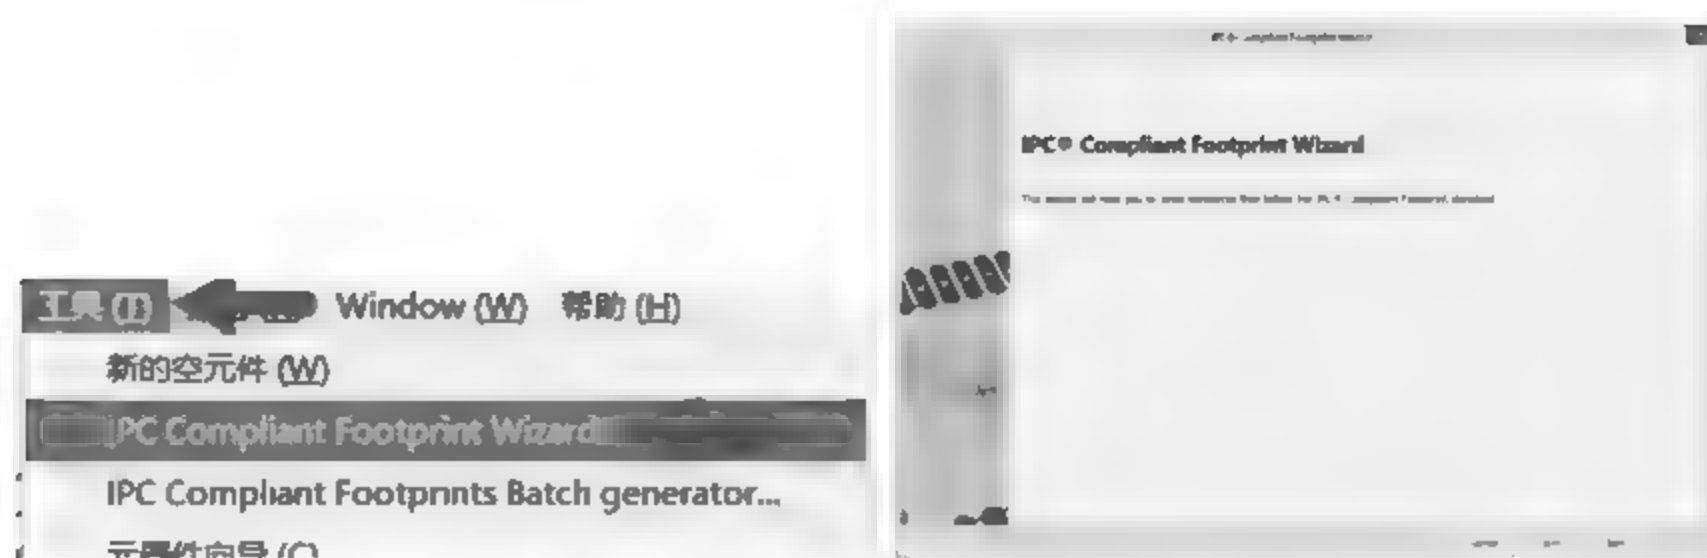

图 3-43 打开 PCB 元件库向导
(1) 在 PCB 元件库编辑界面下,执行菜单栏中“工具”→IPC Compliant Footprint Wizard 命令,弹出 PCB 元件库向导,如图 3-43 所示。